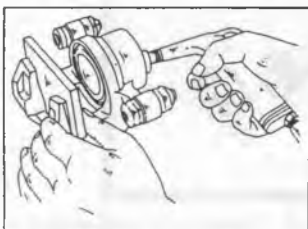

Рис. 271
- ⇒ С помощью небольшой отвертки снимите стопорное кольцо (7) поршня суппорта.
- ⇒ Таким же образом снимите защитный колпачок (8). Обе эти операции требуют аккуратности, чтобы не повредить элементы и поверхность цилиндра.
- ⇒ В отверстие с обратной стороны цилиндра установите наконечник приспособления для подачи сжатого воздуха (Рис. 271) и сжатым воздухом выдавите поршень.